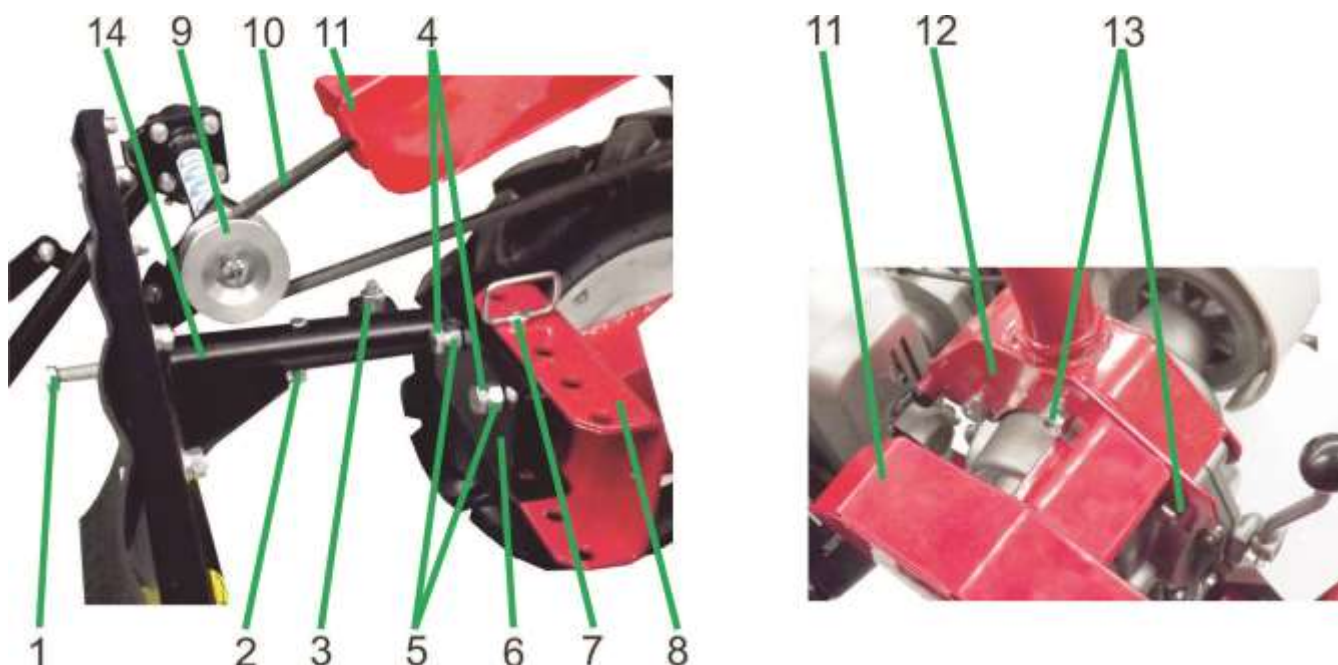

Рис. 4. Установка косилки на мотоблок.
- **установить новую опору руля 12 (рис. 4)** из комплекта поставки и зафиксировать болтами с гайками;
11.2.3. Подсоединить косилку к мотоблоку см. рис. 4:
- состояние и **натяжение ремня привода 10** (рис. 4) согласно п.11.2.3 и клинового ремня привода сцепления мотоблока согласно руководству по эксплуатации на мотоблок;